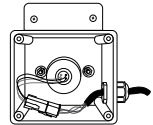

Figure 2
2. Une fois que l'ampoule UV a refroidi, retirez le couvercle de l'enceinte du Système CLEARRAY (9) et le joint (8) en retirant les quatre vis (10). L'ampoule UV et les connexions sont ainsi exposées (Figure 2).